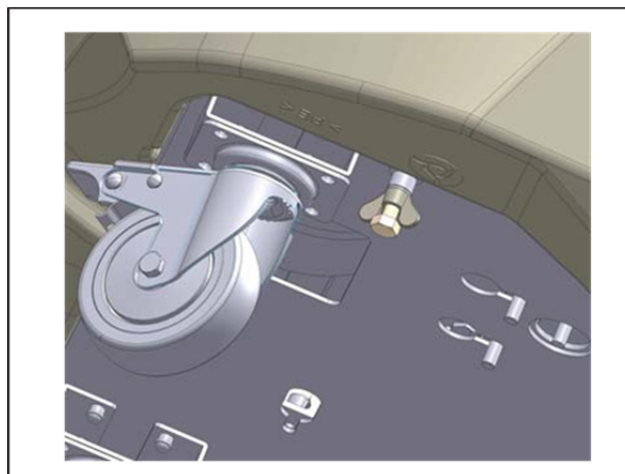

Fig. 11 : Retrait de la vis de retenue de la cellule de charge
- ❶ L' ACX2120H est expédié de l'usine de fabrication avec la cellule de charge bloquée pour éviter tout dommage pendant l'expédition.
1. Sous l'unité (vers l'avant), il y a une vis avec une ailette filetée dans la base. Desserrer l'ailette et dévisser la vis (Fig. 11).